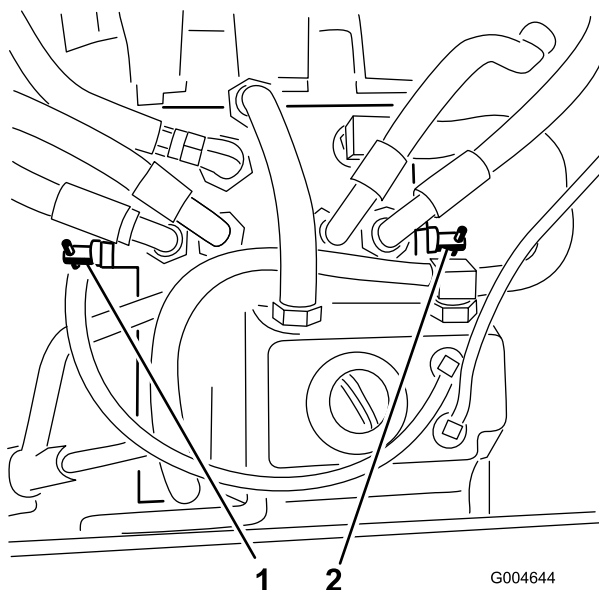

Figura 34
3. Girate ogni valvola di bypass di un giro in senso antiorario (Figura 34).
Girate ogni valvola di bypass di 1 giro in senso orario e serratela (a una coppia di 8 Nm circa) (Figura 34).